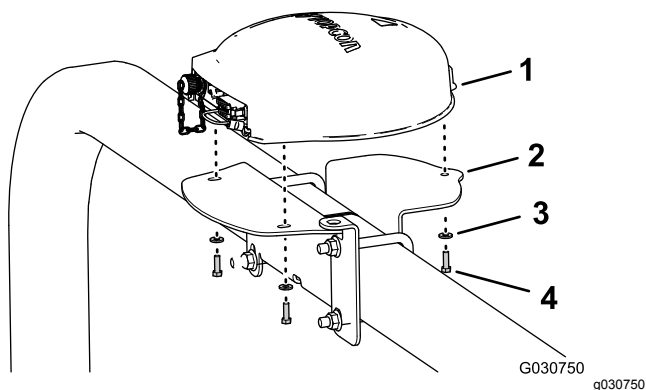

図 126
4. 受信機底部の3本のねじ部を、マウントの3つの穴に合わせる 図 126。
- 受信機をマウント荷台に固定する図 126 六角ヘッドボルト5 x 16 mm3本と、ワッシャ5 x 16 mm3枚を使用する。